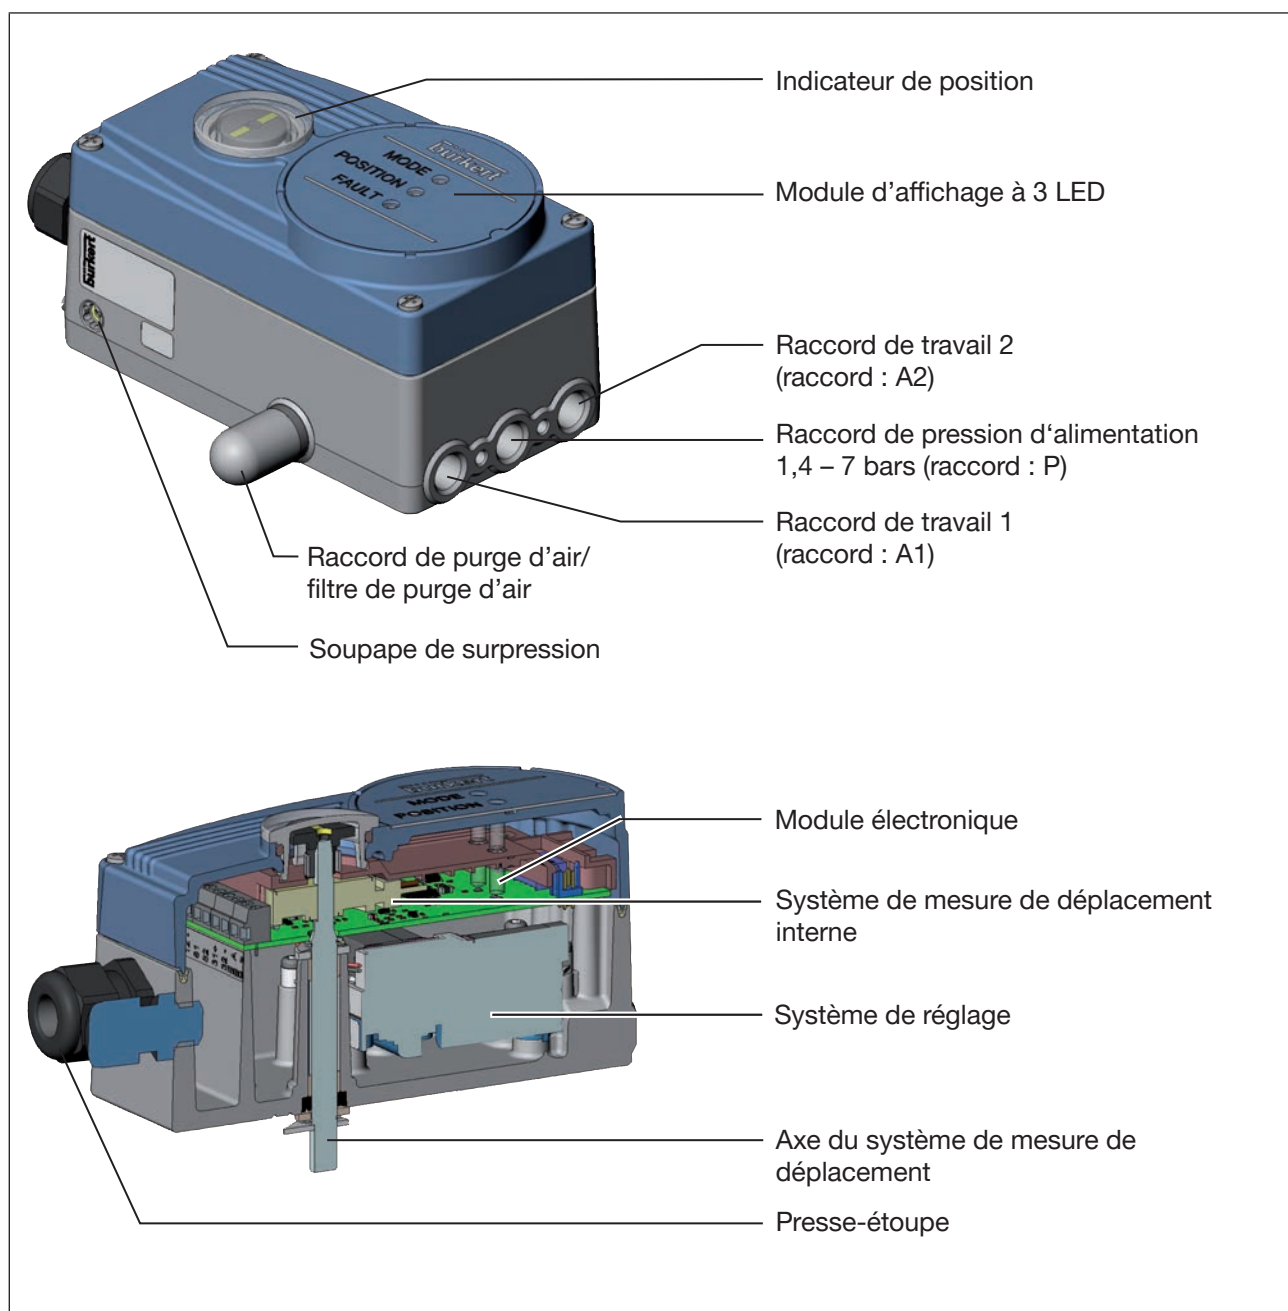

Figure 1 : Structure, positionneur, type 8791
2) Lorsque le positionneur est utilisé dans des conditions IP 67, il convient de retirer le filtre de purge d'air (voir « Figure 1 : Structure, positionneur, type 8791 ») et de guider l'air d'évacuation dans la zone sèche.